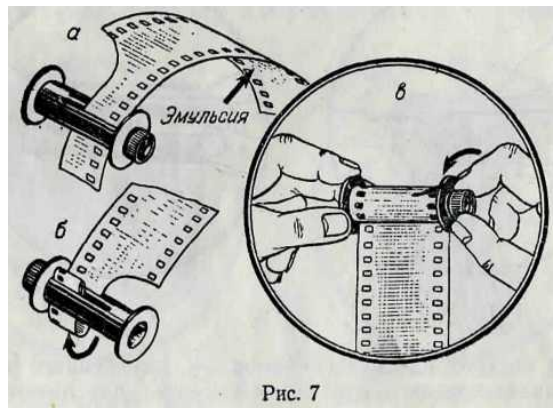

Рис. 7
1. Подрезать конец пленки, вставить его в прорези катушки и закрепить (рис. 7 а и 7 б).
2. Намотать пленку на катушку эмульсией внутрь. Если держать катушку головкой к себе, витки должны быть расположены по часовой стрелке (рис. 7 в).